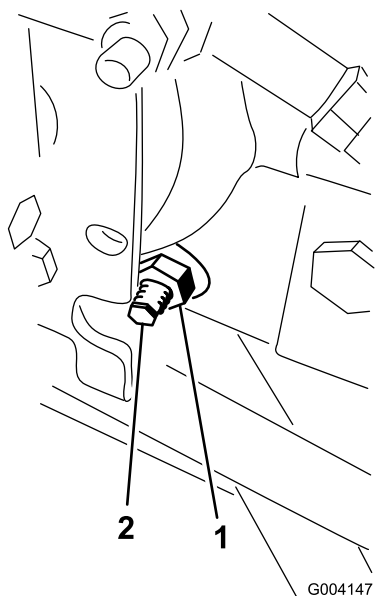

Figure 62
3. Sous le côté droit de l'hydrostat, desserrez le contre-écrou sur la came de réglage de transmission (Figure 62).